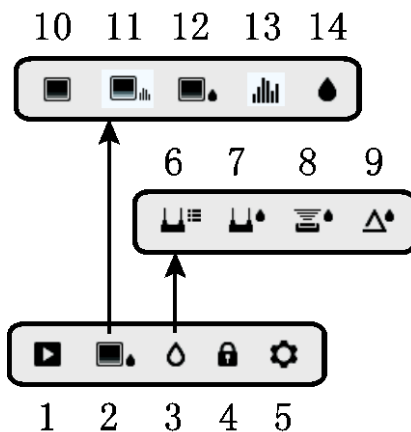

Fig. 4-2 Menupictogrammen
De menustructuur wordt hieronder kort beschreven en in de volgende secties in meer detail uitgelegd. De middelste Selectieknop en de vier (4) richtingsknoppen worden gebruikt om de verschillende werkingsmodi die in de menu's beschikbaar zijn te openen en te programmeren. Zie Fig. 4-2.
Pictogrammen 1 tot 5 in Fig. 4-2 vormen het **Hoofdmenu**. Druk op de Selectieknop om het Hoofdmenu te openen.
2. Beeldmodi (items 10~14): IR, IGM aangepast, IGM vocht, Psychrometrie, Vocht
Pictogrammen 6 tot 9 in Fig. 4-2 zijn beschikbaar in het **Vochtmodusmenu**. Druk op pictogram 3 om deze vochtmodi te bekijken. Een blauwe stip wordt links van het pinpictogram (7) of het pinloze pictogram (8) weergegeven, afhankelijk van uw gemaakte keuze.
Pictogrammen 10 tot 14 in Fig. 4-2 zijn beschikbaar in het **Beeldmodusmenu**. Druk op pictogram 2 om het Beeldmodusmenu te bekijken.